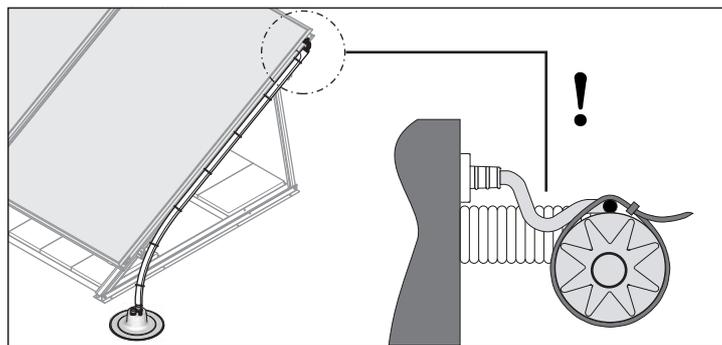

Fig. 3-41 Étape 3 -
3. Poser le câble en silicone de la sonde de température de capteur solaire au niveau du passe-toit (avec des tubes coudés anti-goutte) et le fixer à l'aide des serre-câbles sur la conduite de raccordement (fig. 3-41).
- Pour le passage de câble, veiller à ce que de l'eau de pluie ne puisse parvenir jusqu'au point de passage de la sonde (poser avec collerette d'égouttement, voir fig. 3-41).